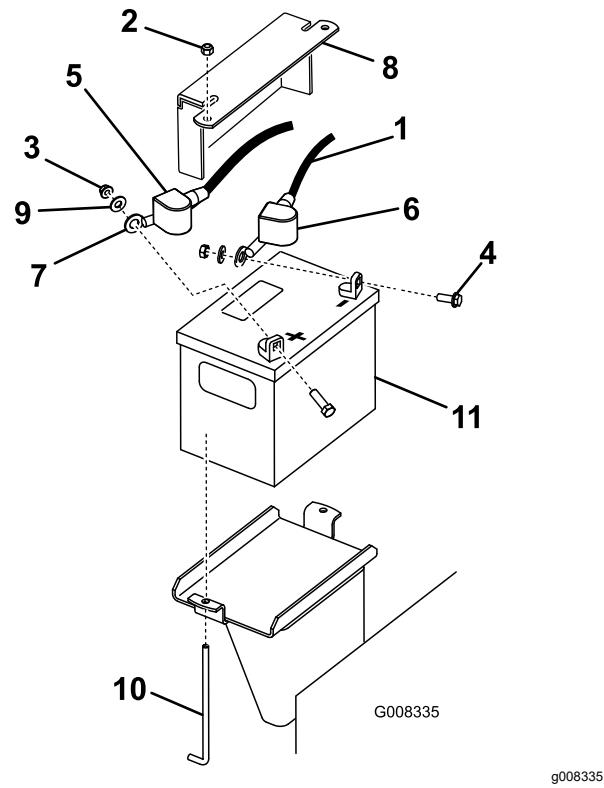

Bild 53
- Nehmen Sie die Gummiabdeckung vom Minuskabel ab. Klemmen Sie zunächst das Minuskabel vom Minuspol (-) der Batterie ab (Bild 53).
- Ziehen Sie die rote Polkappe vom (roten) Pluspol der Batterie ab. Ziehen Sie dann das (rote) Pluskabel ab (Bild 53).
- Entfernen Sie die Niederhalteplatte, die J-Schrauben und Sicherungsmuttern, mit denen die Batterie befestigt ist (Bild 53). Entfernen Sie die Batterie.
- Schließen Sie das Pluskabel (Rot) der Batterie mit den vorher entfernten Befestigungen am Pluspol (+) der Batterie an (Bild 53).
- Schließen Sie das Minuskabel (Schwarz) der Batterie mit den vorher entfernten Befestigungen am Minuspol (-) der Batterie an (Bild 53).
- Befestigen Sie die Batterie mit der Stange und den Flügelmuttern (Bild 53).